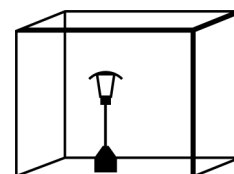

Fig. 2
- 2) Een voldoende geventileerde ruimte houdt in dat minimaal 25% van de omringende oppervlakken geopend zijn. (Zie Fig. 2)